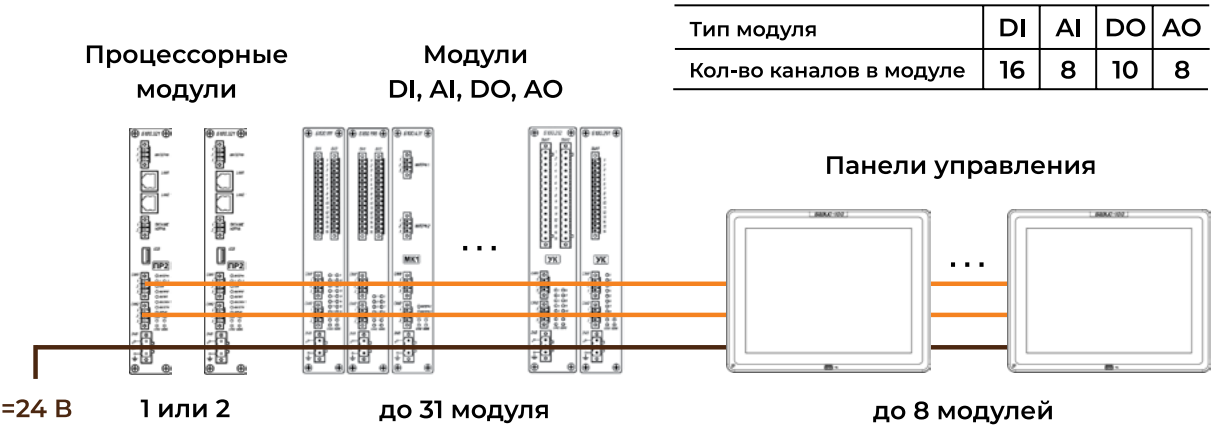
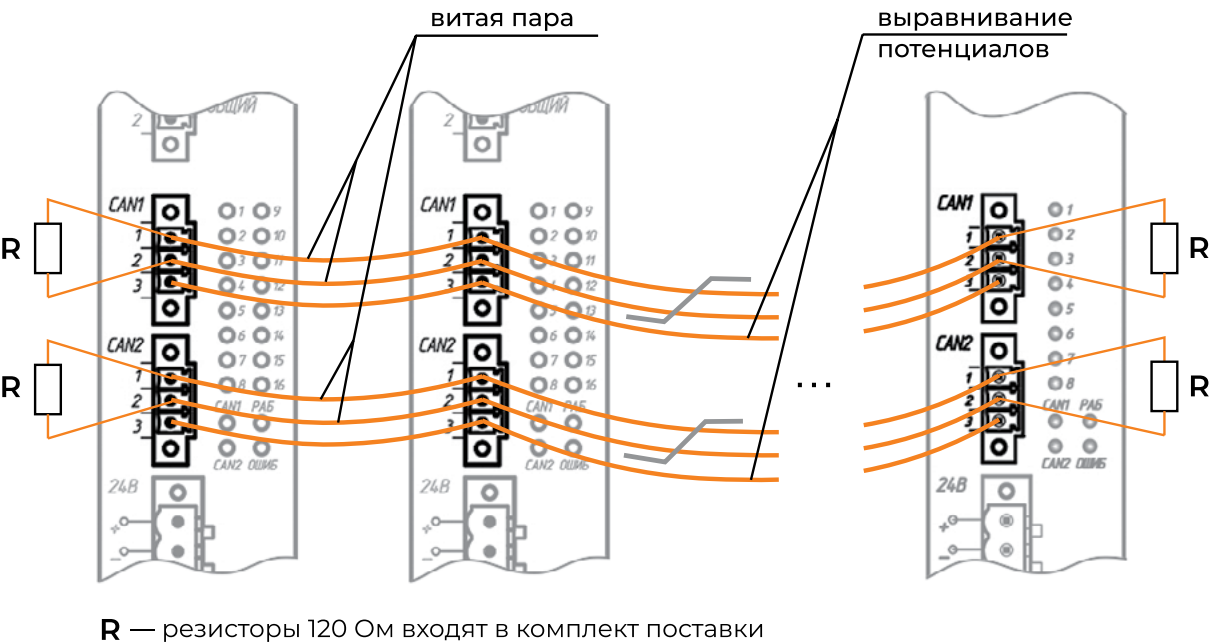

Рис. 2.1. Общая структурная схема контроллера
Рис. 2.2. Подключение шины данных контроллера
Контроллер состоит из модулей, соединенных дублированной шиной данных (Рис. 2.2 на с. 20). Общая структурная схема контроллера приведена на Рис. 2.1 на с. 20.
По концам каждой шины данных контроллера обязательно требуется устанавливать резисторы, равные волновому сопротивлению кабеля, но не менее 110 Ом (см. Рис. 2.2 на с. 20). Максимальная общая длина кабеля каждой шины данных контроллера не должна превышать 50 м. Для разнесения модулей контроллера на расстояние более 50 метров используются модули территориального распределения ПИ5 (см. раздел 2.7) и/или ПУ (см. раздел 2.9).
- шины данных (см. Рис. 2.2 на с. 20)